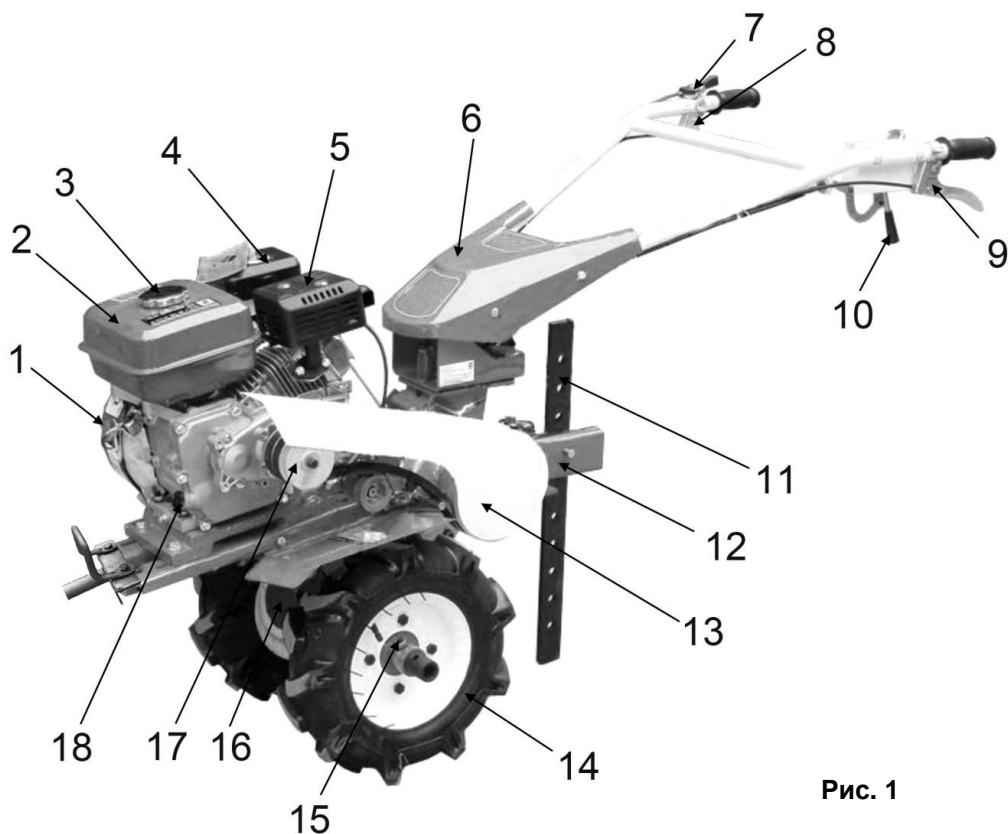

Рис. 1
- Разжимной кулачек (4)(См. Рис.5) троса управления поворота руля (9)(См. Рис.1) вставляется в каретку фиксации угла поворота (6), и фиксируется прижимной гайкой (5)(См. Рис.5).
- Регулировка положения руля происходит путем отжатия соответствующего рычага (8)(См. Рис.1).
- Натяжной трос оттягивает запорный блок (3), и направляющая руля (4) меняет свое положение. Для фиксации выбранного положения - отпустите рычаг, и штифт блока зафиксирует направляющую руля.
- Высота руля может устанавливаться в пяти положениях. Для изменения высоты руля - зажмите рычаг управления руля по вертикали (8)(См. Рис. 1) и установите руль на нужный уровень высоты. Для фиксации положения - отпустите рычаг.
- Посадочное седло руля может поворачиваться на 180 градусов, и устанавливаться в 12 положениях. Вы можете отрегулировать угол поворота ручки в зависимости от рельефа местности. Для изменения положения руля – зажмите рычаг управления (9)(См. Рис.1) и установите ручку на нужный угол. Для фиксации положения - отпустите рычаг.
- Заполнение топливного бака (2)(См. Рис.1) бензином осуществляется перед запуском двигателя.